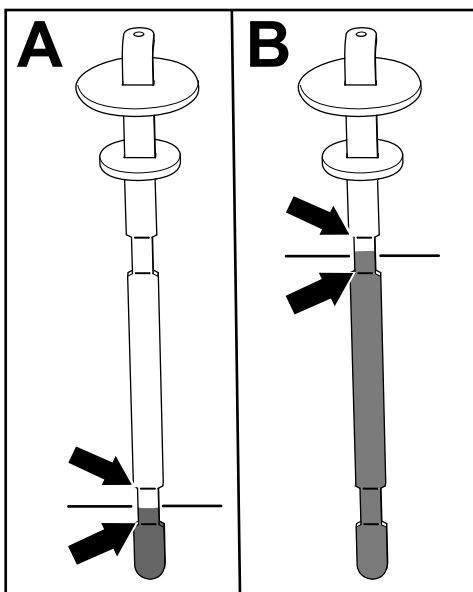

Рисунок 80
5. Извлеките щуп и проверьте уровень рабочей жидкости (Рисунок 80).
- Если у вас на машине установлен режущий блок: уровень гидравлической жидкости должен находиться на соответствующем уровне между 2 нижними отметками на щупе (A на Рисунок 80). Также допустимо, если уровень жидкости находится выше нижних отметок.
приводом: уровень гидравлической жидкости должен находиться на соответствующем уровне между 2 верхними отметками на щупе (В на Рисунок 80).